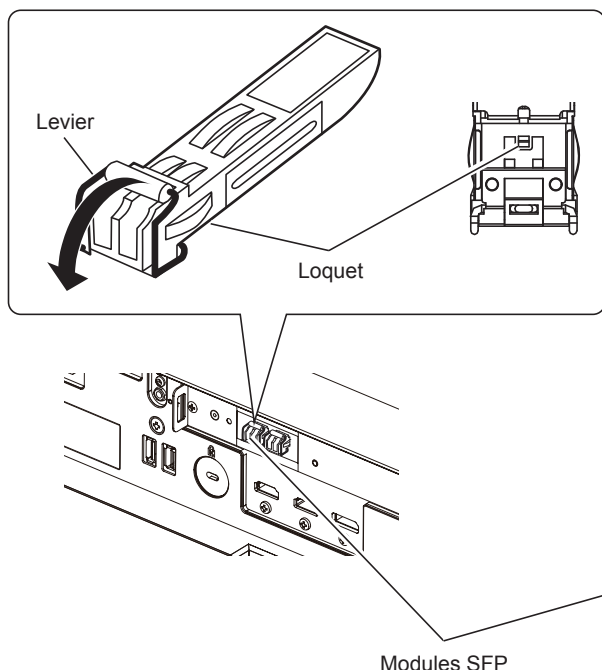

Fig. 1
**2) Relâchez le loquet du module SFP. (Fig. 1)**